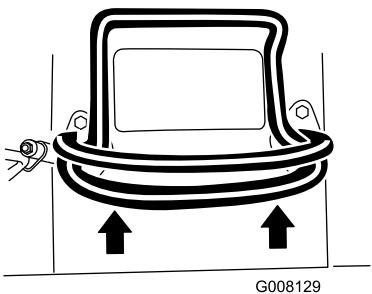
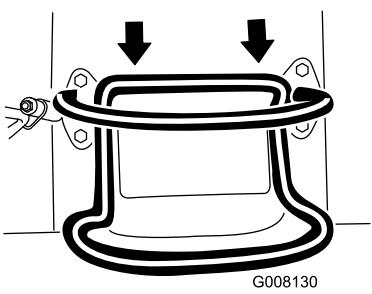

Figura 7
Figura 8
- Para conducir hacia adelante, mueva el control de tracción hacia adelante (Figura 7).
- Para conducir hacia atrás, mueva el control de tracción hacia atrás (Figura 8). **Mientras conduzca en marcha atrás, mire hacia atrás para asegurarse de que el camino está despejado, y mantenga ambas manos en la barra de referencia** (Figura 7).